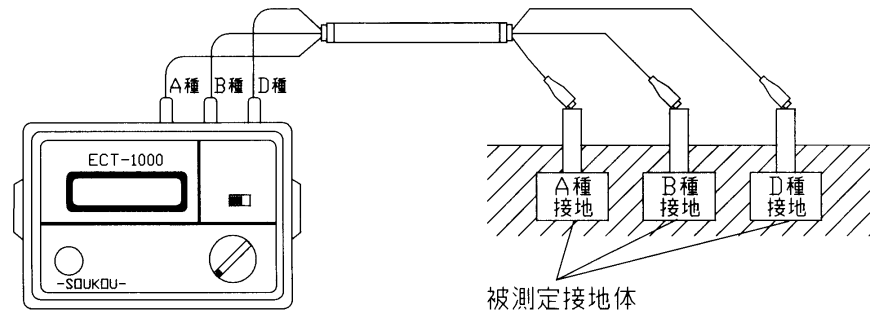

図3：接続方法
1. 本装置のA種、B種、D種端子から測定コードを被測定接地体のA種接地極、B種接地極、D種接地極に接続します。(図3参照)